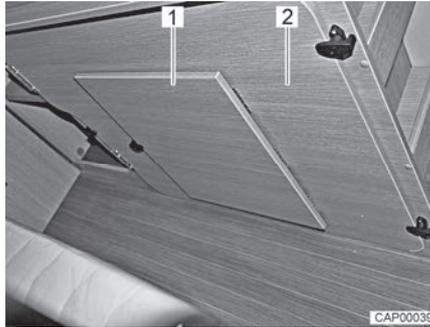

Fig. 42 Tabla de apoyo en el armazón de la cama derecho
- Quitar la tabla de apoyo adicional (Fig. 42,2) del armazón de la cama derecho en la parte trasera.
- Desplegar el reposapiés (Fig. 42,1) en la tabla de apoyo.